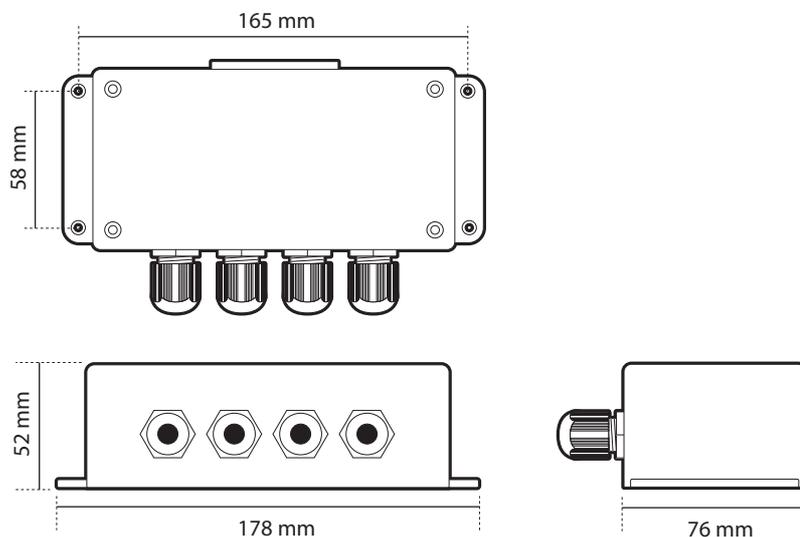

Figure 37 Dimensions de la boîte de connexion
- Il doit y avoir un espace suffisant autour de la boîte de connexion du SIA pour acheminer les câbles. Veuillez consulter Figure 37 pour plus de détails sur les dimensions de la boîte de connexion.